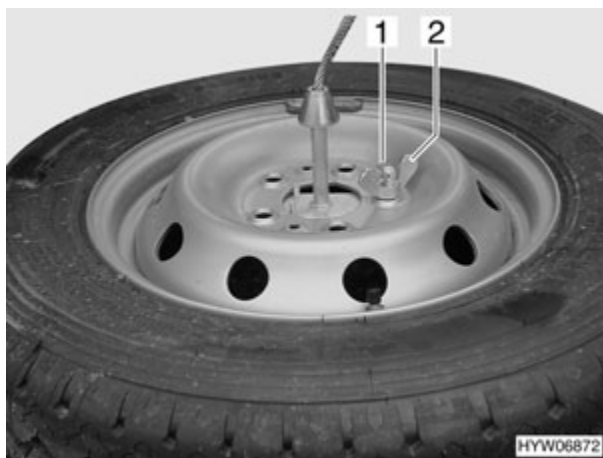

Fig. 209 Rueda de repuesto
- Soltar la clavija hendida de seguridad (Fig. 209,1) y la tuerca de mariposa (Fig. 209,2) del soporte de la rueda de repuesto.